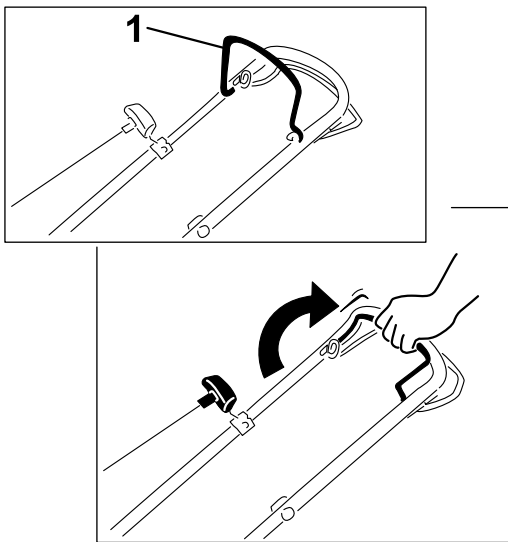

Рисунок 17
1. Потяните штангу управления ножом в направлении рукоятки и удерживайте ее (Рисунок 17).